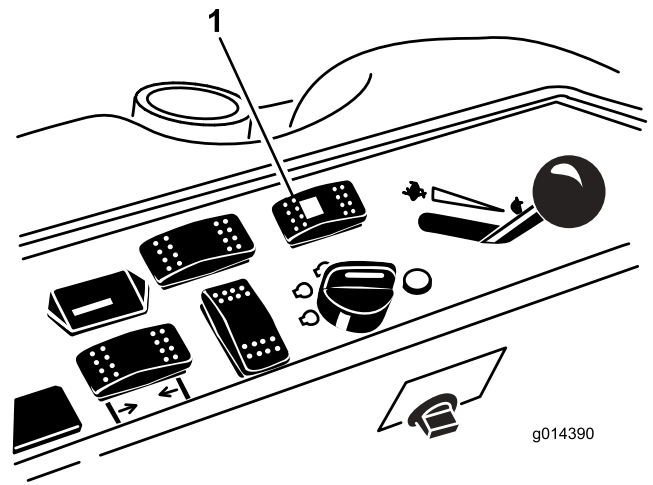

Figura 44
1. Premete l'interruttore del selettore della sterzata dietro alla posizione di sterzata su 4 ruote (Figura 44).